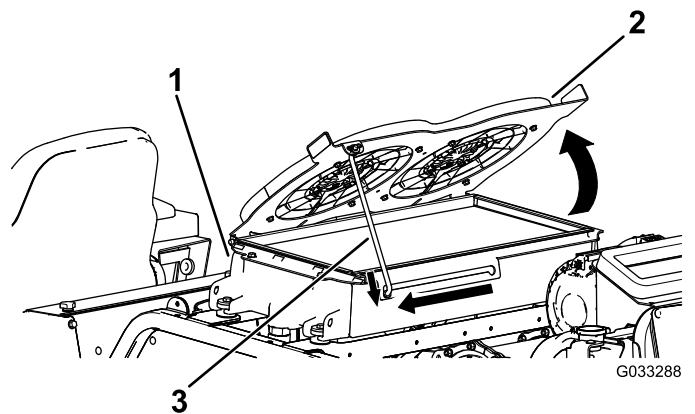

Bild 109
2. Drehen Sie die Hydraulikkühlventilatoren nach oben und arretieren Sie die Stützstange in der Kerbe (Bild 109).